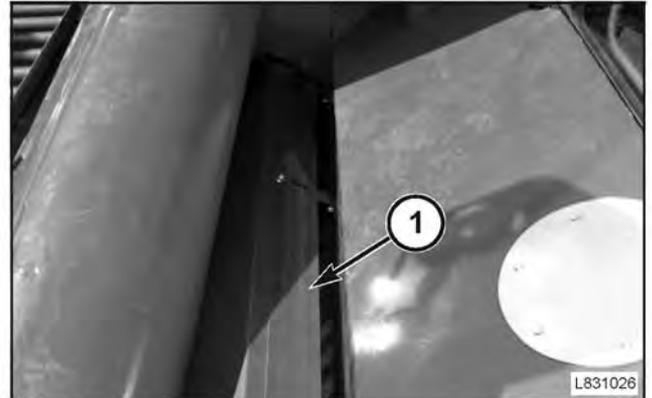

FIG. 220
FIG. 220: la cubierta con regulación (1) en la rampa trasera, se ubica por encima del sifón transversal del tanque de granos. El protector ajustable (1) puede moverse hacia arriba para incrementar el grado de descarga o hacia abajo para reducirla, de acuerdo al tipo de cosecha.